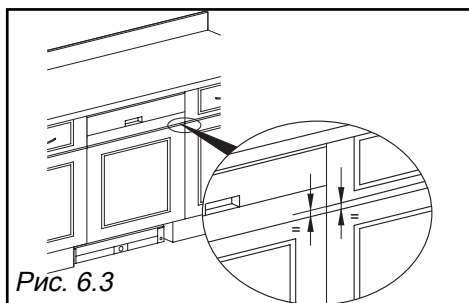

Рис. 6.3
- Замеряйте расстояние между выдвижным ящиком и панелью дверцы прилегающего шкафа (Рис. 6.3).